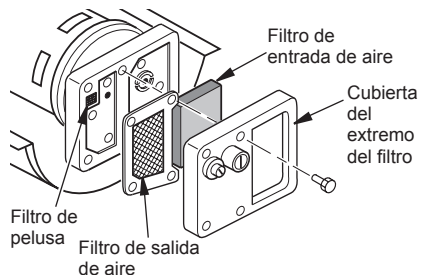

Figura 10 - Filtros de salida de aire, entrada de aire y de pelusa
2. Quite los tornillos de la cubierta del extremo del filtro utilizando un destornillador para tuercas de 5/16 de pulgada (consulte la figura 10).